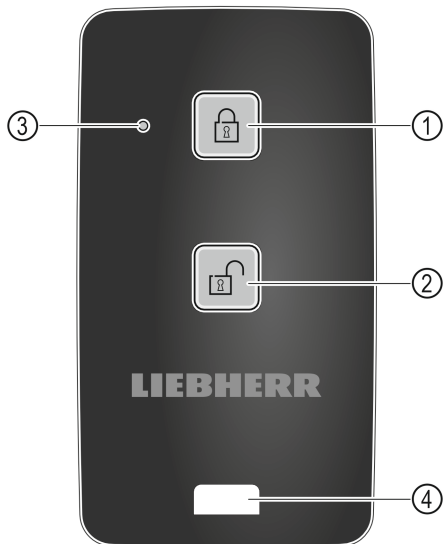

Fig. 110
- (1) Zablokování zámku
- (2) Odblokování zámku
- (3) Stavová LED
- (4) Upevňovací očko
- ▶ Na dálkovém ovládání stiskněte tlačítko Fig. 110 (1).
- ▶ Na dálkovém ovládání stiskněte tlačítko Fig. 110 (2).
- ▶ Stavová LED Fig. 110 (3) vydá při stisknutí tlačítka optickou zpětnou vazbu.
- ▶ Očko Fig. 110 (4) k upevnění dálkového ovládání, např. na svazek klíčů.